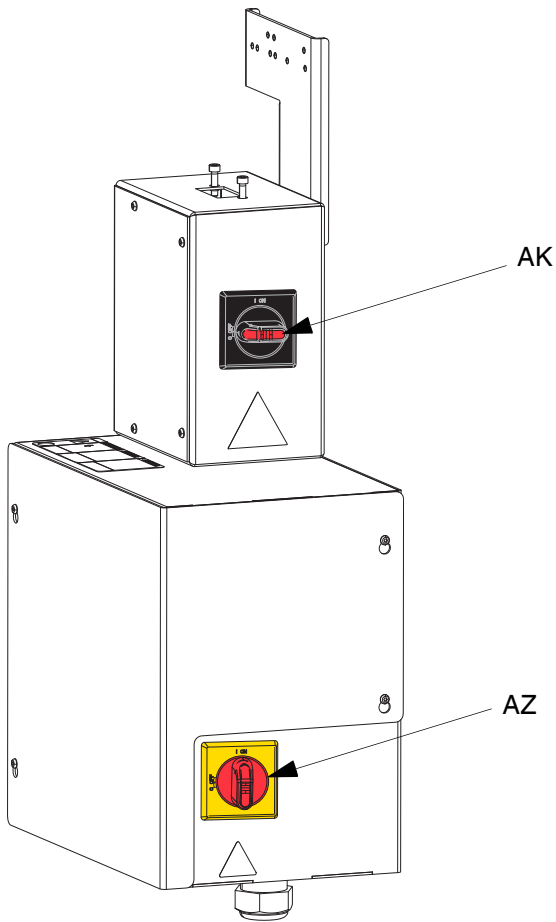

FIG. 30. Desconexión de alimentación eléctrica
1. Apague el controlador eléctrico (AB):
- a. Apague el interruptor de caja de conexiones de alimentación (AK). Consulte la FIG. 30.
- b. Si utiliza un sistema de suministro de elevador en tándem, apague el interruptor de desconexión apagado (AZ) en la unidad de suministro del elevador que solo requiera un cambio de bidón. Consulte la FIG. 30.